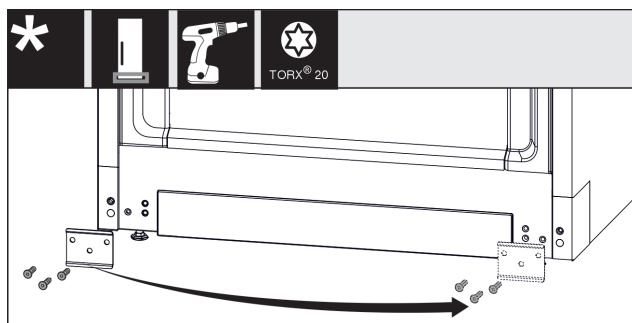

Fig. 14
- Skru av platen, flytt den til den andre siden og skru den på igjen. Fig. 14 (1)